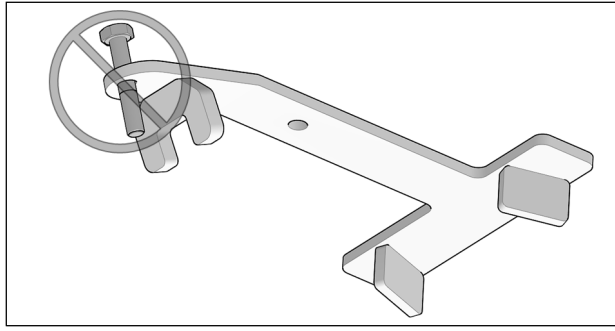

Fig. 12
**ATTENTION :** Assurez-vous d'insérer le boulon dans le bon sens. Voir la Fig. 12